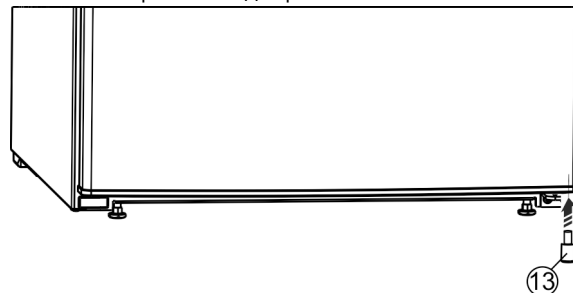

Fig. 27\*
- ▶ Снова вставьте в дверь распорную деталь Fig. 27 (13) справа внизу - это важно для обеспечения устойчивости устройства.\*